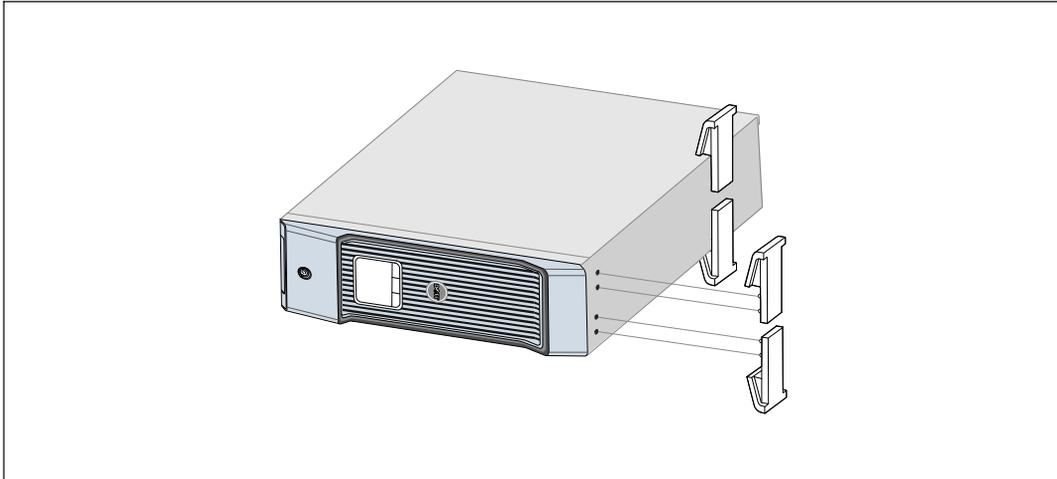

**Abbildung 23. Installieren der vorderen Abdeckung der USV**
- 6 Drehen Sie das Dell-Logo um 90° gegen den Uhrzeigersinn und installieren Sie die vordere USV-Abdeckung (siehe Abbildung 23).